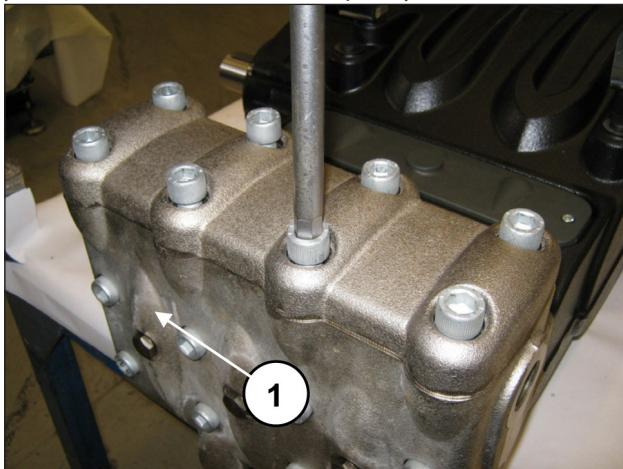
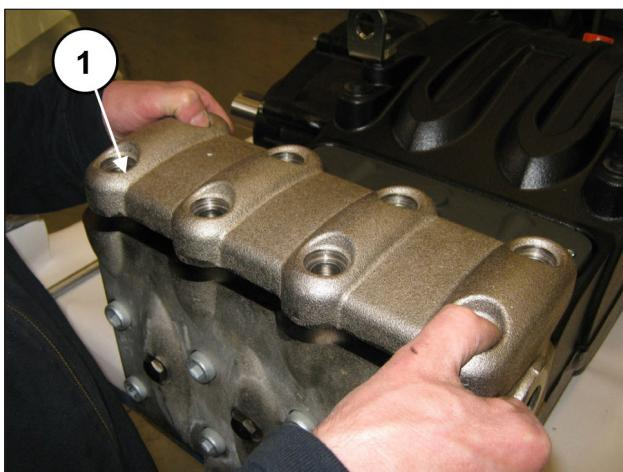

Рис. 96
Рис. 97
Открутите 8 винтов M16x55 крепления крышки клапанного узла (поз. ①, Рис. 96) и снимите крышку (поз. ①, Рис. 97).